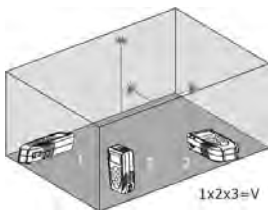

Fig. 6: Exemplo de medição do Volume
3. Premir o botão para efetuar a primeira medição (comprimento) da superfície (ver Fig. 6). O valor correspondente é inserido no primeiro display parcial. O símbolo “” é apresentado com o lado “1” intermitente
efetuar a segunda medição (largura) da superfície (ver Fig. 6). O valor correspondente é inserido no segundo display parcial. O valor da área correspondente é apresentado no display resultante. O símbolo “” é apresentado com o lado “2” intermitente
5. Premir agora o botão  para efetuar a terceira medição (altura) (ver Fig. 6). O valor total do volume é apresentado no display principal resultante